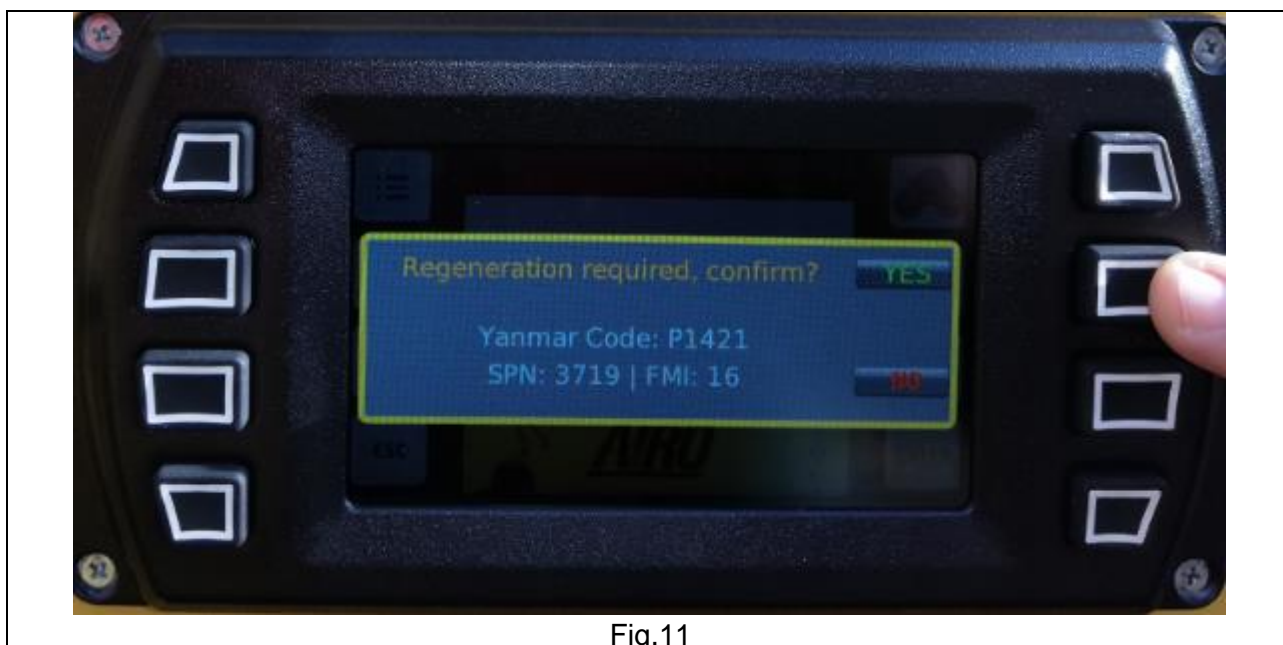

Fig.11
- Apparaît le message (Fig.11) "**Regeneration required, confirm?**". Sélectionner ensuite "YES" avec le bouton "F", afin de commencer la régénération.
A ce stade, une fenêtre s'ouvre (Fig.11), et on peut cliquer sur "Yes". Une fois la régénération démarrée, la fenêtre suivante s'ouvrira, sur laquelle il sera possible de suivre le déroulement de l'opération. Le moteur se portera progressivement à 2200 RPM, et la barre "STATUS" se chargera jusqu'à se remplir totalement lorsque la régénération sera terminée. L'afficheur se reportera sur la fenêtre initiale et le travail pourra alors être repris.